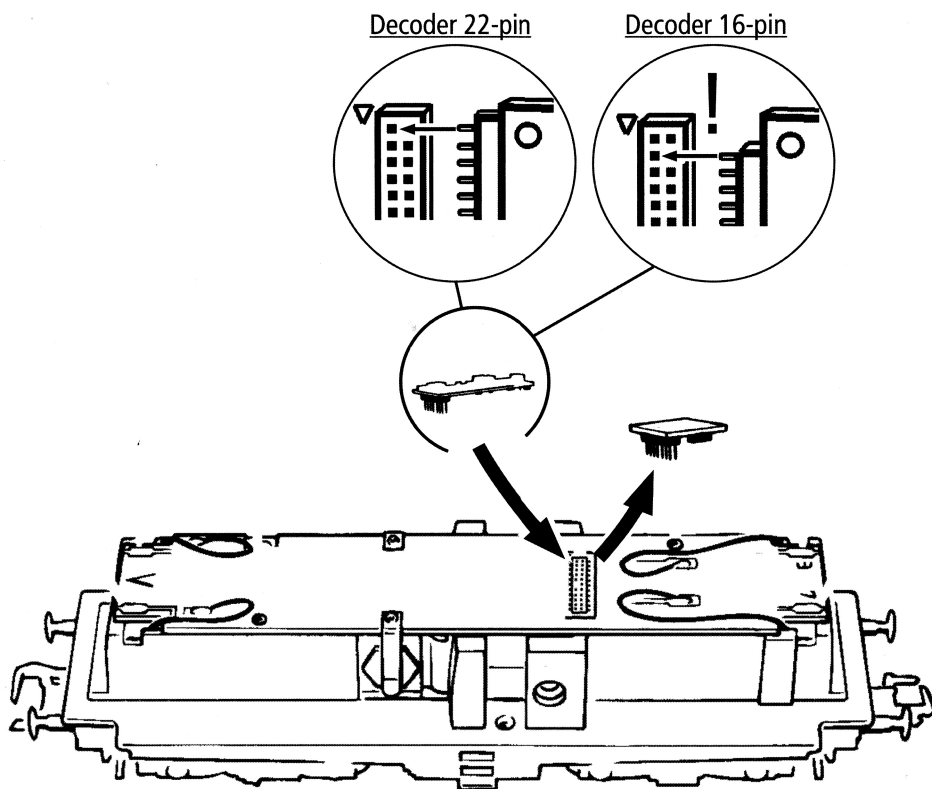

Fig. 10
siehe Fig. 10
voir fig. 10
A.C. operation: see fig. 10